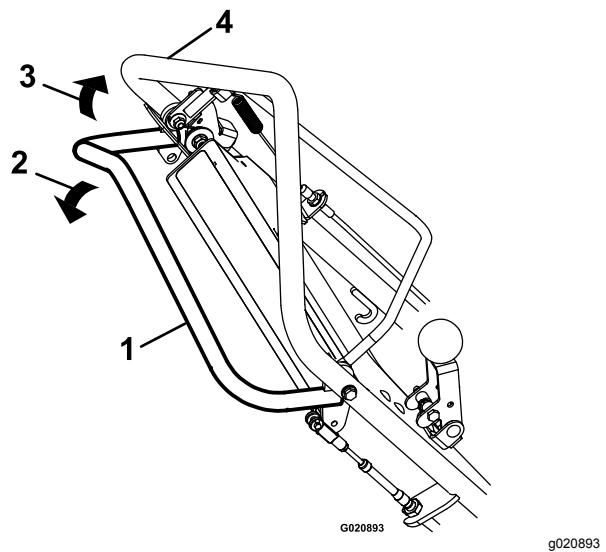

Figura 12
- Para desplazarse hacia adelante, apriete la barra de autopropulsión contra el manillar (ver (Figura 12)).